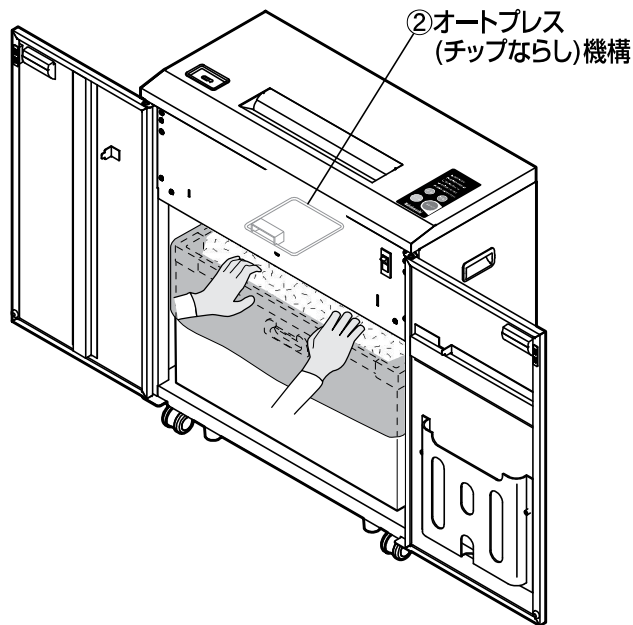

図7 細断紙片の押し下げ
- 1.扉(右扉⑧)、左扉⑨を開けて電源スイッチ①の下側を押して電源を切ってください。
- 2.チップボックス⑮上部の細断紙片を、手で押し下げてください。 図7 参照
- 3.チップボックス⑮を引き出し、細断紙片を処理してください。 P12『細断紙片の処理方法』参照
- 4.電源スイッチ①の上側を押して電源を入れて、扉(右扉⑧)、左扉⑨を閉めてください。